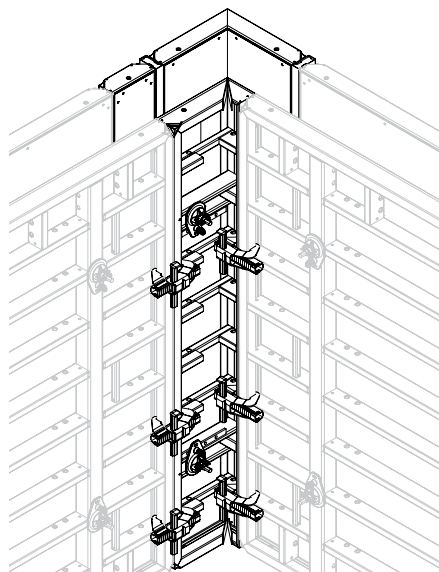

Fig. B.1.02a
- Elem. angolo inter. (Fig. B.1.02a)